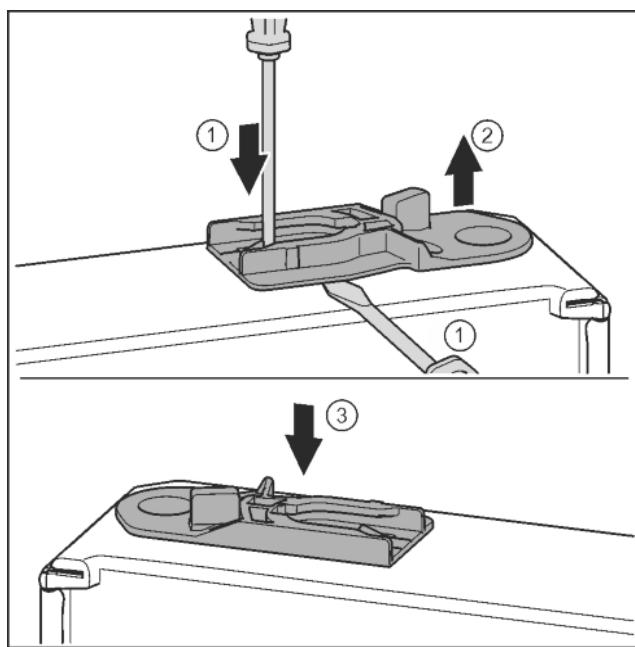

Fig. 32
- Vytáhněte vodicí pouzdro: Stiskněte jazyček šroubovákem a současně plochým šroubovákem zajedte pod vodicí pouzdro. Fig. 32 (1, 2)
- Vodicí pouzdro přiložené v příslušenství zasuňte na druhé straně pláště. Fig. 32 (3)